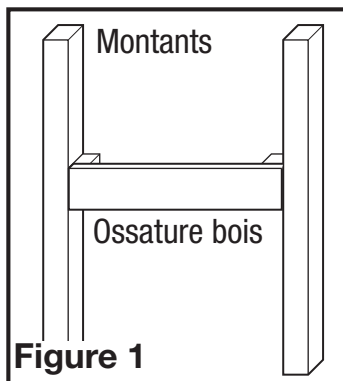

Figure 1
1. Là où les poteaux ne sont pas disponibles, vous devez construire un cadre mural en bois qui affleure à la surface des poteaux muraux. Le cadre mural en bois doit avoir au moins 1/2 po d'épaisseur et 3 po de hauteur. Deux ou plusieurs traverses de cadre peuvent être nécessaires pour les 4 vis de fixation. Toutes les quatre (4) vis doivent fixer la hotte au cadre en bois (**Figure 1**).